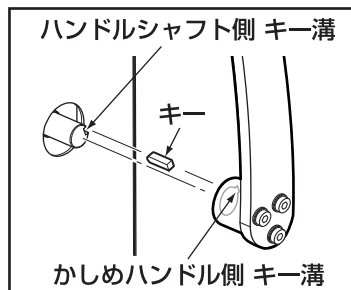

図2
**取り付け**：機械本体から出ているハンドルシャフトのキー溝に、付属のキーをセットしてください。かしめハンドルのキー溝をキーに合わせて、一番奥まで挿入してください。 **図2 参照**